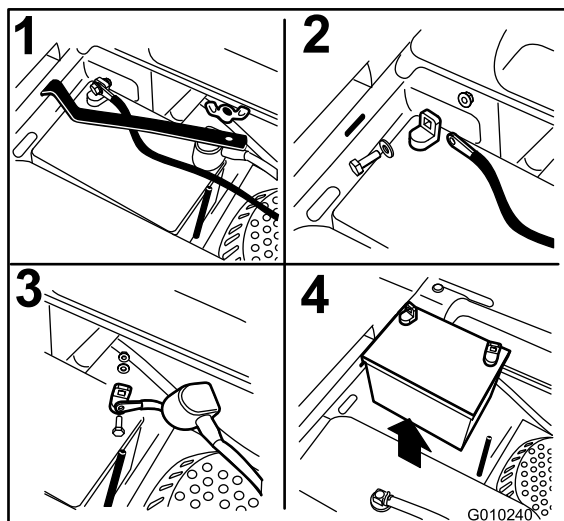

Figura 46
3. Togliete il dado ad alette che fissa la fascetta della batteria (Figura 46).
4. Scollegate prima il cavo negativo della batteria (nero) dal morsetto negativo (-)(nero) della batteria (Figura 46).
5. Sfilate la guaina rossa dal morsetto positivo (rosso) della batteria e togliete il cavo positivo (+)(rosso) della batteria (Figura 46).
6. Togliete la fascetta (Figura 46).
1. Posizionate la batteria nel vassoio, con i poli in posizione opposta al serbatoio idraulico (Figura 46).
4. Fissate i cavi con 2 bulloni, 2 rondelle e 2 dadi di bloccaggio (Figura 46).
6. Montate la fascetta e fissatela con il dado ad alette (Figura 46).